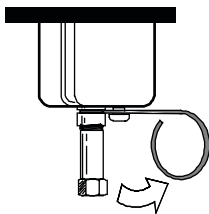

图 19 打开绝热套弹簧
- 2 如果需要，就安装绝热套。向右推绝热套弹簧。把绝热套滑到进样口接头周围，以便绝热套顶部与柱箱顶部相接触（图 19）。